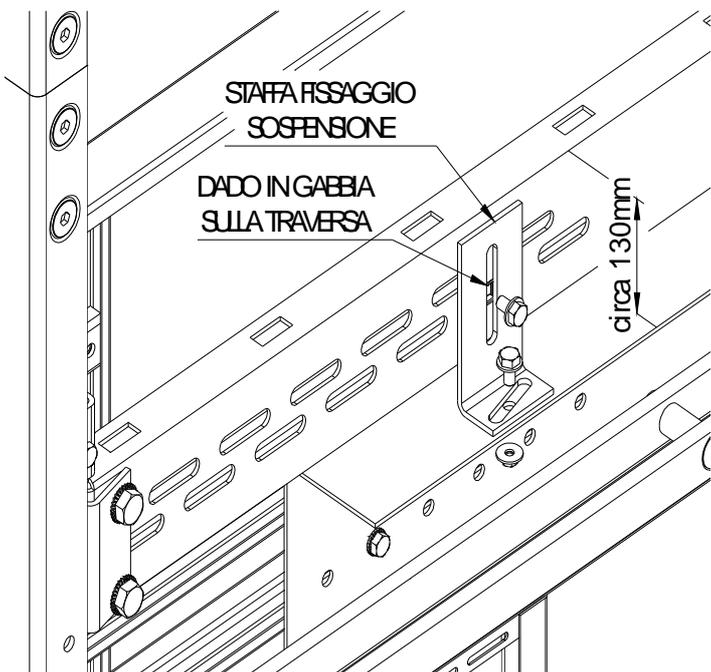

Fig. 19.9
- ✓ Secondo il tipo di sospensione, se necessario, vengono fornite delle staffe di fissaggio su traversa registrabile. In questo caso ricordarsi di inserire i dadi in gabbia sulle asole della traversa.(Fig. 19.9)